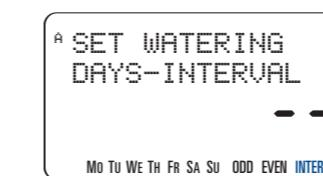

Figura 7:
- Premere **NEXT** (Avanti) fino a quando lampeggia il giorno della settimana desiderato. Premere **ENTER** (Invio) per selezionare il giorno visualizzato. I giorni selezionati vengono evidenziati per mezzo dell'icona sovrapposta sul giorno della settimana. Continuare con l'operazione descritta fino a selezionare tutti i giorni desiderati [Vedere la Figura 7]